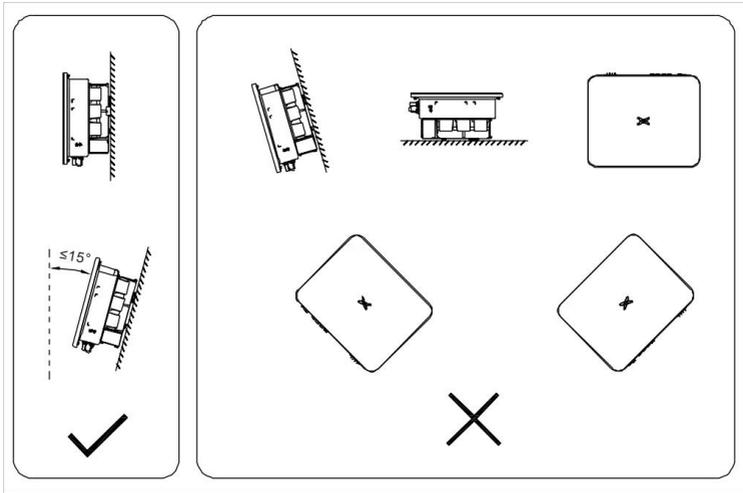

图 4.6 逆变器安装位置
(4) 安装表面应垂直于水平线，如图 4.6 所示。请将逆变器竖直或后仰 $\leq 15^\circ$  安装，以利于机器散热。不可将逆变器前倾、水平、倒置、后仰过大以及侧倾安装。